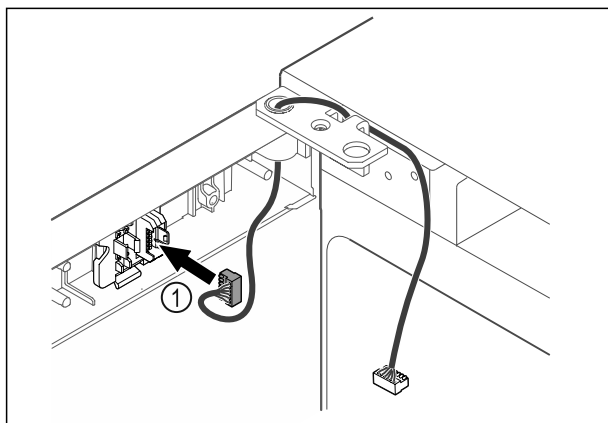

Fig. 46
- ▶ Ievietojiet spraudni Fig. 46 (1) spraudņa turētājā.